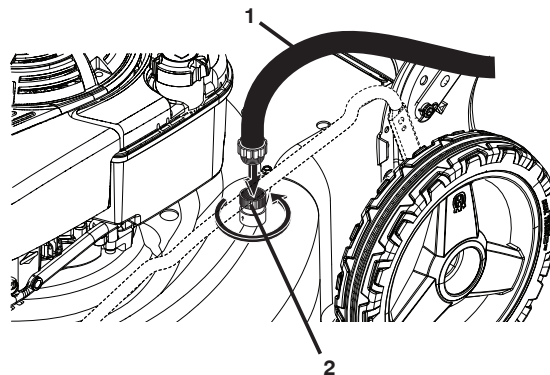

Figure 26
4. Reliez un tuyau de jardin à l'ajustage où montré (Figure 26).